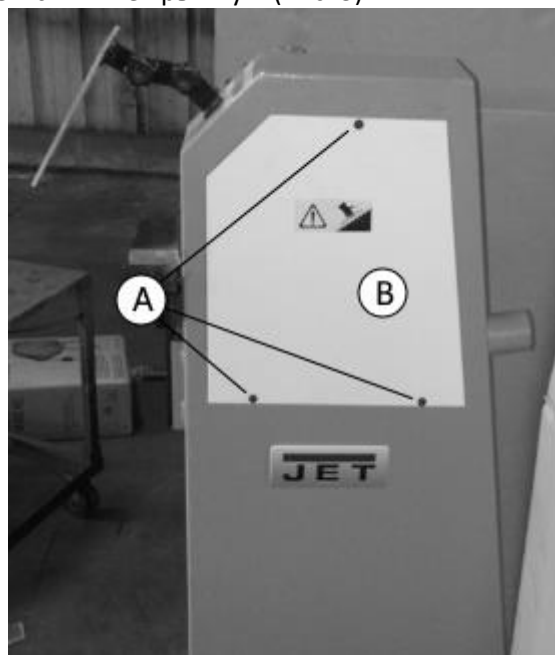

Рис.3
1. При помощи ключа открутите винты А (Рис. 3). И затем снимите крышку В (Рис. 3).